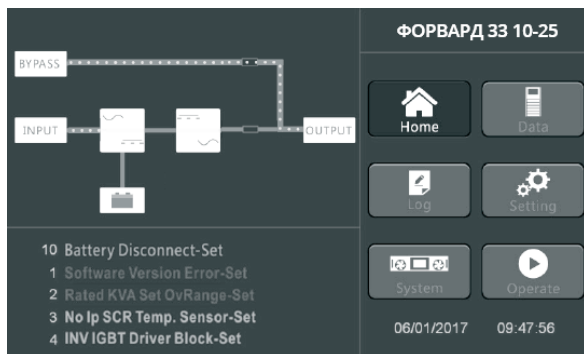

Рис. 5-2 Включение электронного байпаса
5. Через 30 секунд завершится старт выпрямителя и включится цепь электронного байпаса. Загорится индикатор байпаса, на выход ИБП будет подано напряжение (см. рисунок 5.2).